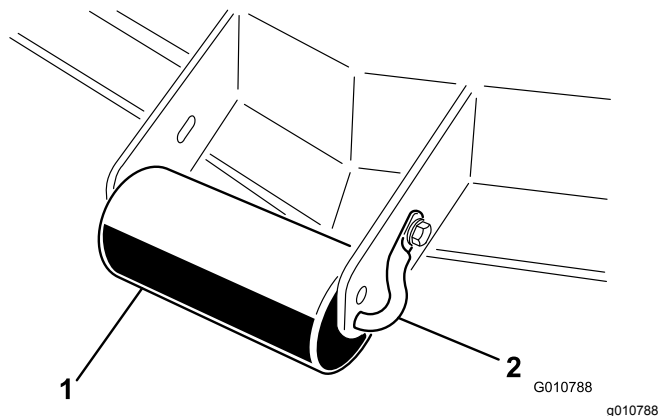

Figura 11
1. Remova o parafuso e porca que prende o eixo do rolo ao suporte da unidade de corte (Figura 11).